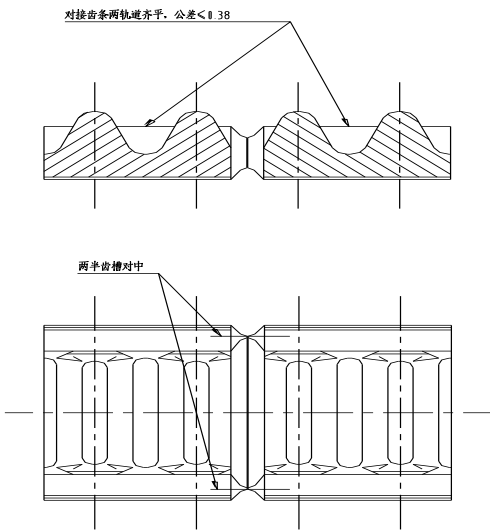

Рисунок 6-9. Схема выравнивания
2. Зацентрировать концевую половину впадины зубца. Выровнять колею зубчатой рейки, допустимая погрешность ≤ 0.38 (см. рисунок 6-9).